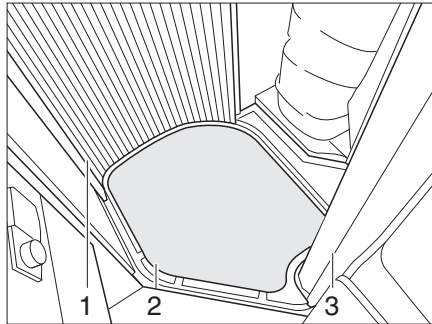

Bild 100 Abdeckung der Duschwanne
- Abdeckung der Duschwanne (Bild 100,2) herausnehmen.
- Duschwand (Bild 100,1 und 3) komplett zuziehen.